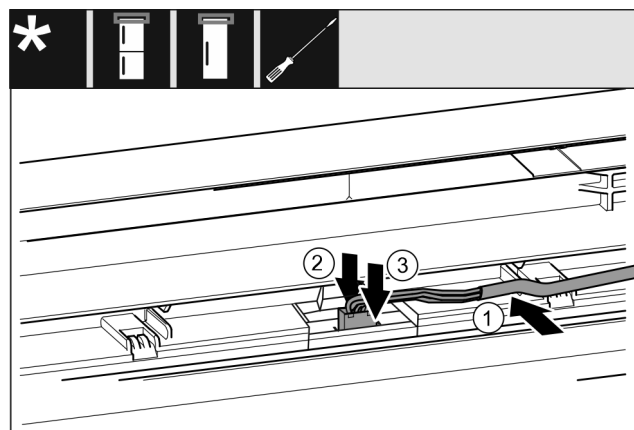

Fig. 45 Køle-/frysekombinationer / frydere / køleskabe*
- ▶ Ilæg kablet Fig. 45 (1) i føringen i den øverste dør.*
- ▶ Tryk låsetappen Fig. 45 (2) tilbage.*
- ▶ Lad stikket Fig. 45 (3) gå i indgreb.*